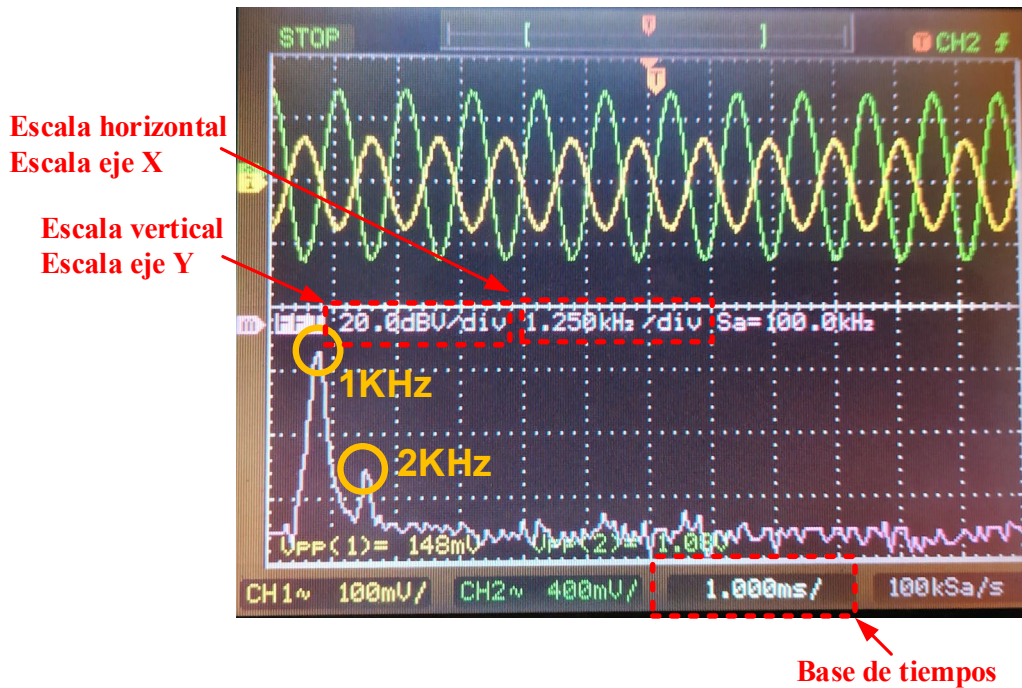

Figura XI.4. FFT del amplificador.
6. Al ser la escala horizontal o eje X de **1.250KHz/div**, en la figura XI.4 se puede observar que V_O tiene un armónico principal de 1kHz y un segundo de 2kHz.
En la figura XI.4 se representa la interpretación gráfica de la FFT la cual puede variar de un amplificador a otro. Está compuesto por un primer armónico o componente principal y uno o varios armónicos múltiplos enteros de ese armónico principal. Para medir los armónicos de la FFT se utilizan los cursores de medida del osciloscopio que va a permitir completar la siguiente tabla.